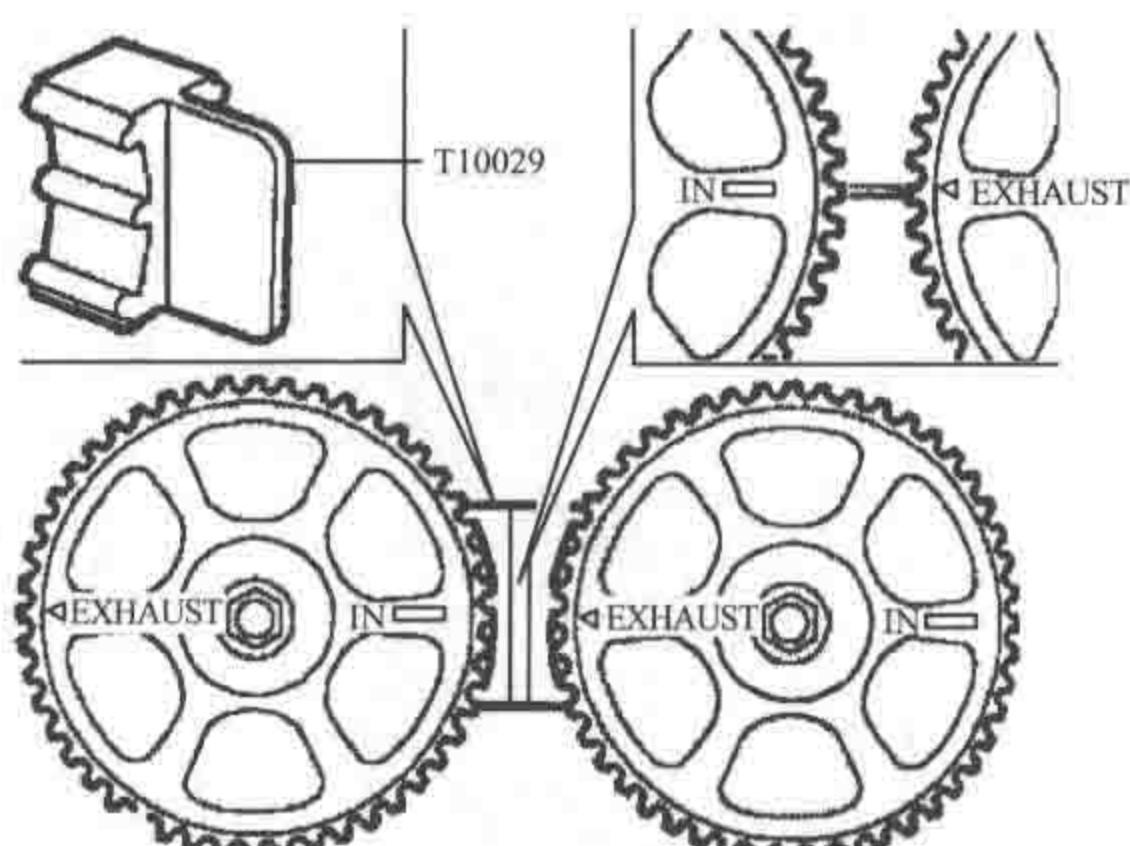

图 1-1-3 对准正时标记
- ⑧ 拆卸发动机右托架和右上系杆总成。
- ⑨ 顺时针转动曲轴，对准凸轮轴带轮的正时标记，如图 1-1-3 所示。
- ⑩ 如图 1-1-3 所示，装上锁止工具 T10029。